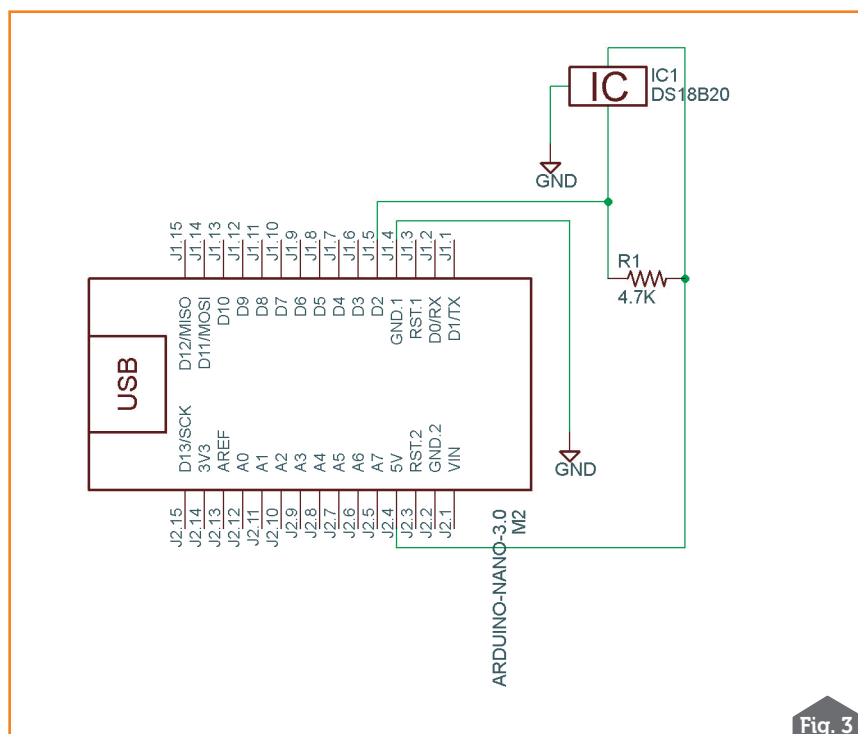

Fig. 3
1. Filtri passa banda di ingresso, preamplificatore RF, sezione driver TX, mixer TX e rivelatore a prodotto; lo schema è in Fig. 3 - 1ª parte;